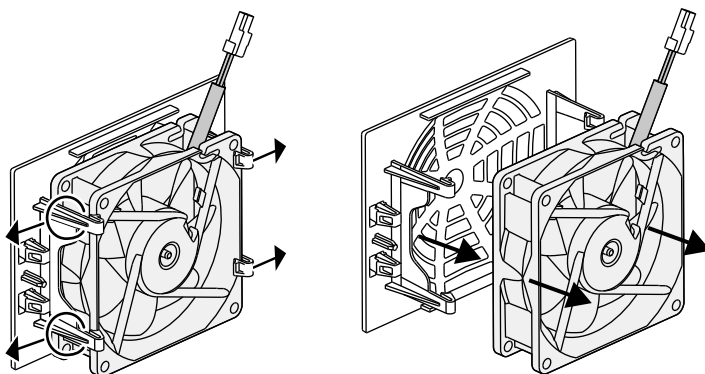

Fig. 76: Desmontaje de la rejilla del ventilador
5. El ventilador puede retirarse adicionalmente de la rejilla del ventilador. Para ello, presionar ligeramente hacia fuera las pestañas de fijación y sacar el ventilador. **Fig. 76**